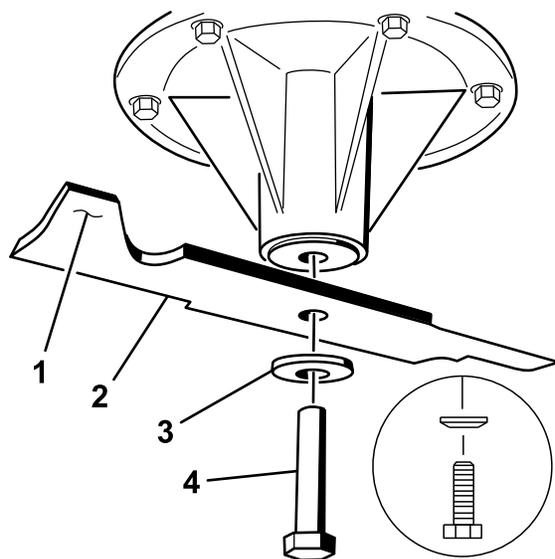

Bild 110
2. Nehmen Sie die Messerschraube, Wellenscheibe und das Messer von der Spindelwelle ab (Bild 110).